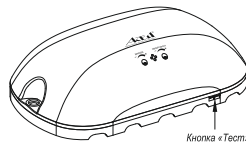
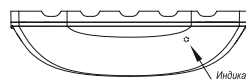

Рисунок 1. Внешний вид светильника 75-009-IP30-SENSOR-EM
Рисунок 2. Местоположение индикатора процесса заряда аккумуляторов
Светильник светодиодный энергосберегающий 75-009-IP30-SENSOR-EM с датчиком освещённости и акустическим датчиком (рис.1)
состоит из корпуса, светодиодного модуля, датчика освещённости, акустического (шумового) датчика, многорежимного электронного реле времени и электронного силового ключа (рис.1). Принцип работы изделия состоит в оценке уровня акустического шума, освещённости, и, на основании сделанной оценки, а также заданного режима работы, увеличении или уменьшении яркости светодиодов, либо полном их выключении. Изделие оснащено многорежимным электронным реле времени с функцией перезапуска при появлении сигнала от акустического датчика до истечения заданного времени освещения. Функция перезапуска обеспечивает комфортное нахождение человека в зоне действия акустического датчика продолжительное время. При пропадании напряжения питающей сети светильник автоматически переходит в режим автономной работы от аккумуляторов, установленных в аккумуляторный отсек светильника. При возобновлении питания от сети светильник возвращается в прежний режим работы, а аккумуляторы заряжаются. Индикация процесса заряда аккумуляторов обеспечивается светодиодом жёлтого цвета, установленном сбоку светильника (рис.2). После завершения заряда светодиод гаснет.
- 5.1 Для быстрой проверки аккумуляторов следует нажать кнопку «Тест» (рис.1), и удерживать в течение 30 секунд, при этом основная секция светодиодов погаснет и светильник перейдёт на питание от аккумуляторов. Свечение светодиодов аварийного режима свидетельствует об исправности аккумуляторов, при отсутствии свечения аккумуляторы следует заменить. Перед проверкой исправности аккумуляторов светильник должен быть подключён к питающей сети не менее 12 часов.